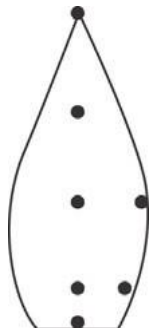

Рис. 1. Точки измерения температуры пламени
- Зажгите спиртовку . Когда показания стабилизируются, запишите значение температуры на схеме пламени (*рис. 1*) .